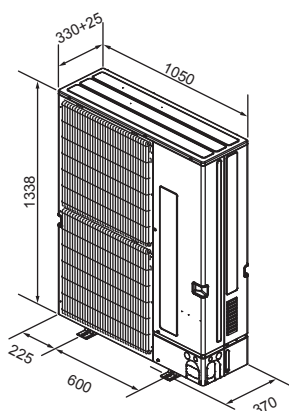

Fig. 2-1
2.3. Utvendige dimensjoner (utendørsenhete) (fig. 2-1)